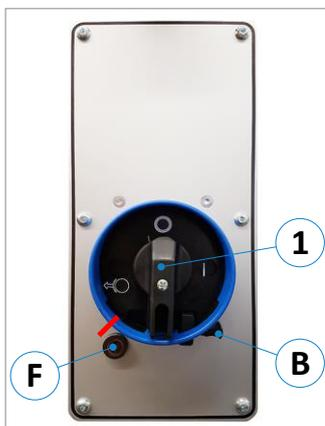

Abbildung 16: Maschinenschalter (2,2 KW)
- Drehschalter (1) ausschalten (Position „O“).
- Sperr-Riegel (B) nach links (siehe rote Markierung in ⇒ Abbildung 16) schwenken.
- Drehschalter (1) ganz nach links drehen